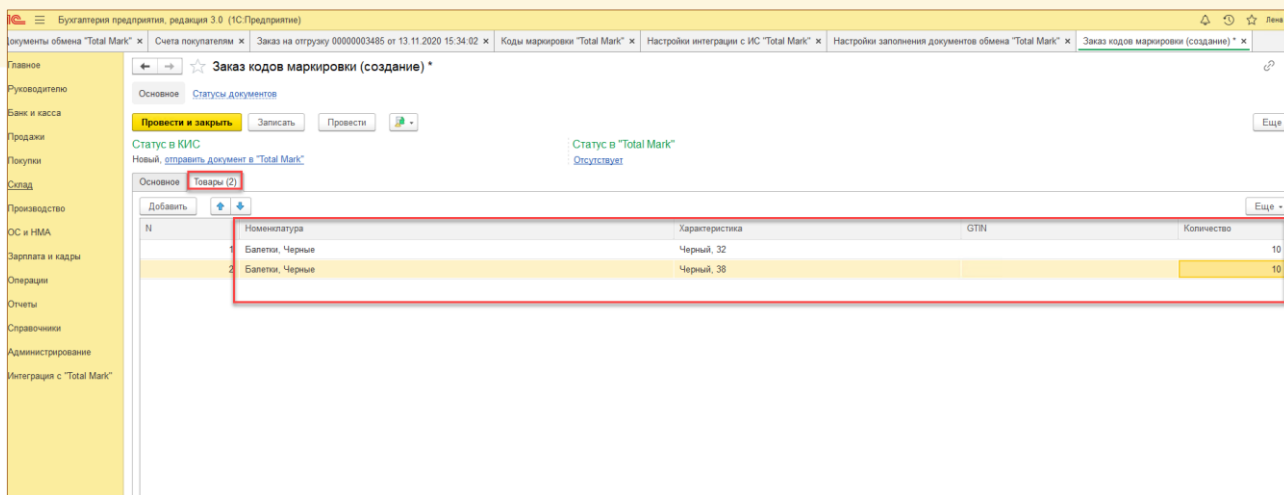

Рис. 7-3 - Создание Заказа КМ в 1С:БП
3. Заполнить вкладку «Товары»: Номенклатура и количество. Характеристика (Рис. 7-3);